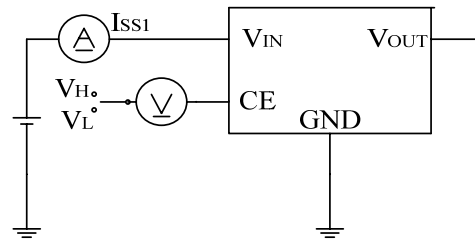

图2
1 IOUT:缓慢增加输出电流, 当输出电压约等于 VOUT 的 98%时的输出电流值2 Vdrop=VIN1- (VOUT (E) × 0.98V)VOUT (E): VIN=VOUT+2V, IOUT=1 mA 时的输出电压值VIN1: 缓慢下降输出电压, 当输出电压降为 VOUT (E) 的 98%时的输入电压Vmax: 缓慢上升输入电压, 当输出电压超出 (VOUT (E) \*0.98~VOUT (E) \*1.02) 的输入电压3 ISS1:VIN=18V CE=GND 无负载时, 图 2 中电流表的电流值4 VCEH: 芯片开始工作时, CE 端所需的最小电压值VCEL: 芯片停止工作时, CE 端允许的最大电压值5 Ishort: 例如 75R50, 当 VDD=6V 时, 图 4 中电流表的电流值